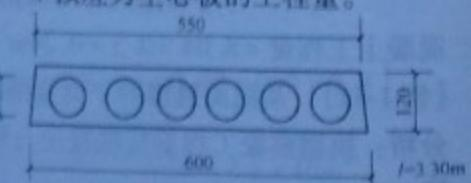

图 1-53 Y-KB336-4 预应力空心板
**【例 1-53】** 根据图 1-53 计算 30 块 Y-KB336-4 预应力空心板的工程量。